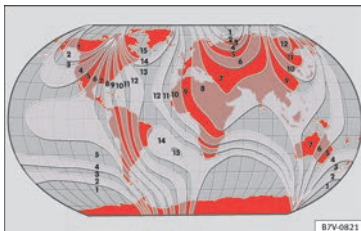

Fig. 118 Zonas magnéticas.
- Seleccionar la zona magnética correspondiente a la situación del vehículo » **fig. 118**.